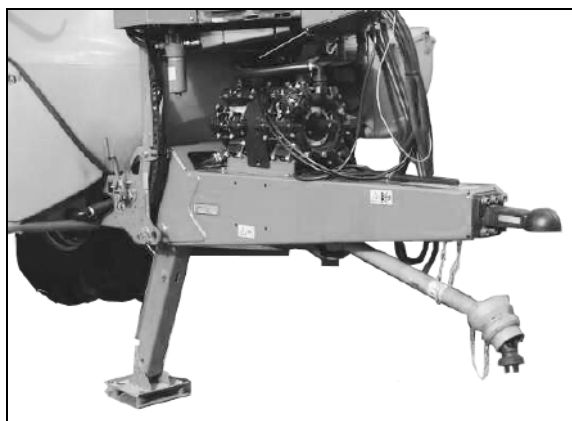

Fig. 42
- **Zugmaul-Deichsel (Fig. 42)**